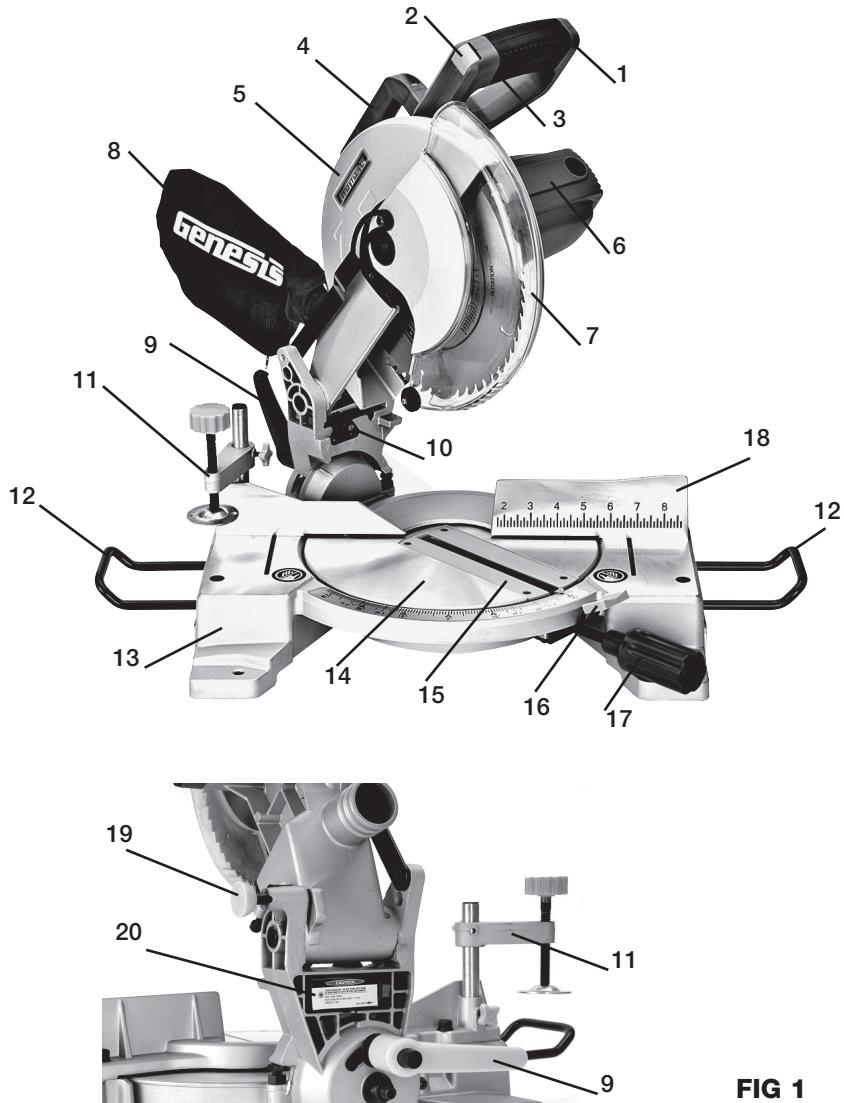

FIG 1
3. Uso del mango de transporte (4-Fig 1) levante cuidadosamente la sierra a partir de la caja y colocarlo en un nivel de superficie de trabajo.
4. La sierra ha sido enviado con la sierra cabeza bloqueado en la posición abajo. Para liberar la sierra cabeza, empuje en la parte superior de la sierra cabeza, tire del la pasador de bloqueado (19-Fig 1), girar un cuarto de vuelta y dejar ir, Levante lentamente la cabeza de sierra.